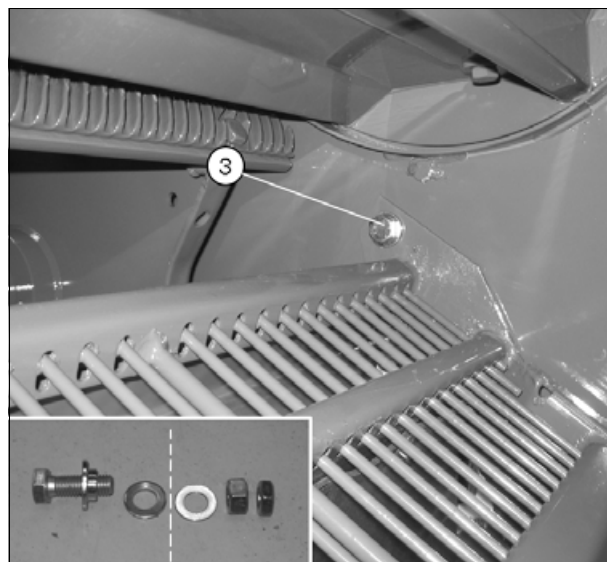

Рис. 2.
- Порядок установки различных деталей показан на \(рис. 2\).